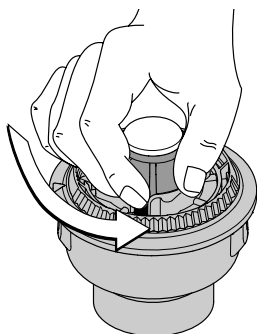

Fig. 49
1. Sostenga la bobina exterior y desenrosque la perilla percusiva en sentido antihorario (Fig. 49).